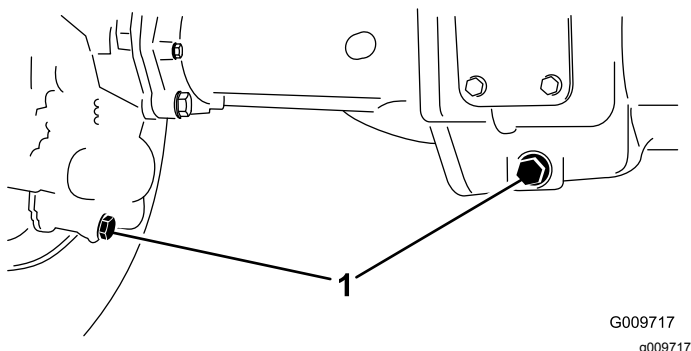

Figure 59
2. Nettoyez la surface autour des 3 bouchons de vidange, 1 à chaque extrémité et 1 au centre (Figure 59).